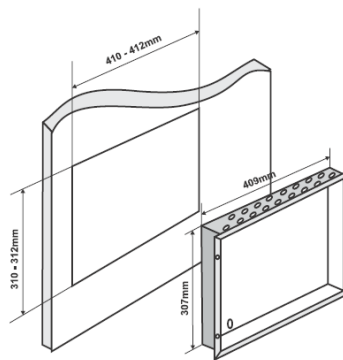

Abbildung 4. Abmessungen des Metallbodens und der Montageöffnung im Gipskarton
- Entnehmen Sie die Abmessungen für die Montageöffnung im Gipskarton der Abbildung 4.